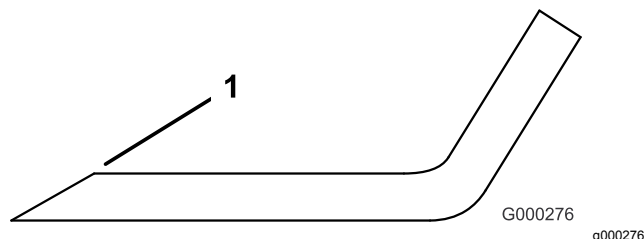

Figure 116
3. Examinez les tranchants de toutes les lames et aiguisiez-les s'ils sont émoussés ou ébréchés (Figure 116).
Remarque: N'aiguissez que le haut du tranchant et conservez l'angle de coupe d'origine pour obtenir une coupe nette (Figure 116). Limez la même quantité de métal sur chacun des deux tranchants pour ne pas déséquilibrer la lame.